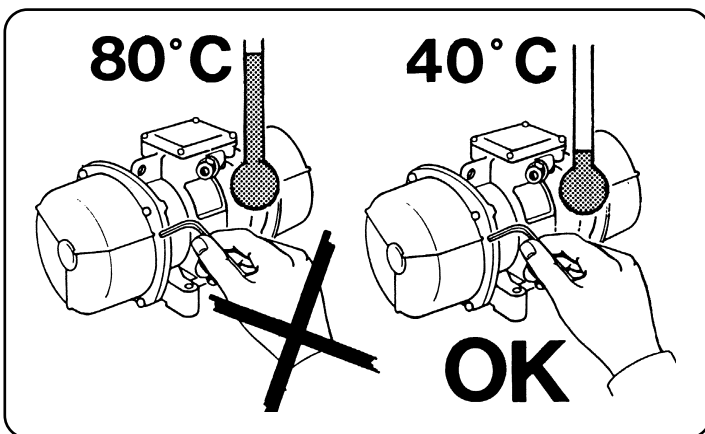

Fig. 4
- Attendere pertanto il raffreddamento prima di intervenire sul motovibratore (Fig. 4).**
- Always wait until the equipment has cooled before working on the motor-driven vibrator (Fig. 4).**
- Avant d'intervenir sur le motovibrateur attendre qu'il ait refroidi (Fig. 4).**
- *Auch wenn die Unwuchtmotoren sich für den Betrieb bei niedrigen Temperaturen eignen, kann die Temperatur in besonders warmen Räumen sehr hohe Werte erreichen, die durch den Raum selbst bedingt sind. Darauf achten, daß der Unwuchtmotor auskühlt, bevor irgendwelche Eingriffe vorgenommen werden (Abb. 4).*
- **Esperar por lo tanto que el motovibrador se enfrie antes de operar con él (Fig. 4).**